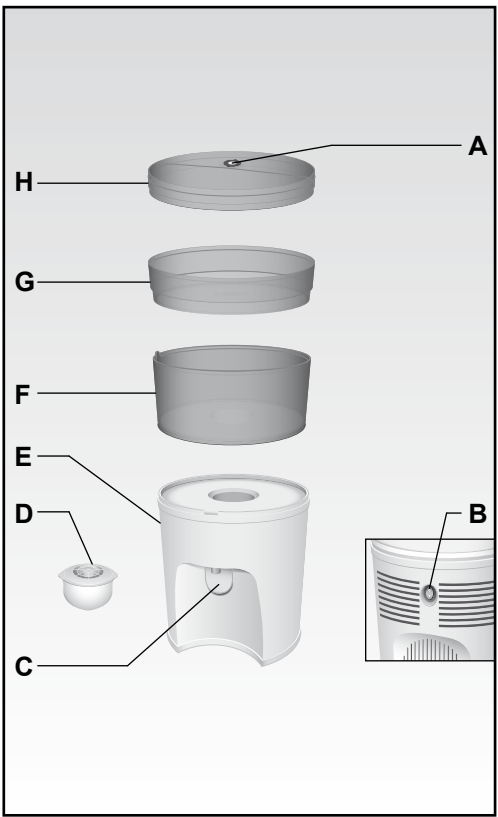

Fig. 1
- #### DESCRIPTION OF THE APPLIANCE (Fig. 1)
BESCHREIBUNG DES GERÄTS (Abb. 1)